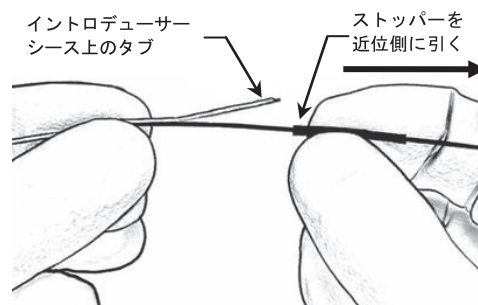

図1 ストッパーを近位側に引く
- * (3) ディスペンサーチューブから本品の近位端を取り出し、離脱コントローラーの漏斗部の挿入口にしっかりと差し込む。
- (4) 3秒待ち、離脱コントローラーのライトを確認する。
- * (5) 本品が完全に出るまでプッシャーカテーテルの手元の端を引っ張って本品をディスペンサーチューブから取り出す。
- (6) ストッパーのすぐ先端側で本品を持ち、ストッパーを手元方向に引いて、イントロデューサーシース上のタブを出す（図1）。